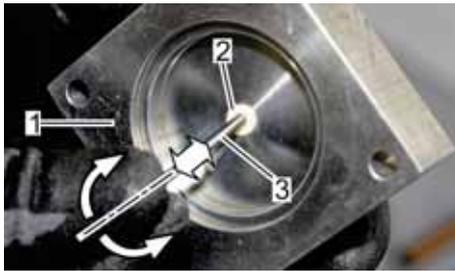

Abb. 94: Zwischenflansch prüfen
9. Im Zwischenflansch (Abb. 94/1) das Gleitlager (Abb. 94/2) mit einem sauberen Ventilkegel (Abb. 94/3) auf Ausschlagung oder un rundes Verhalten (Abb. 94/Pfeile) prüfen.